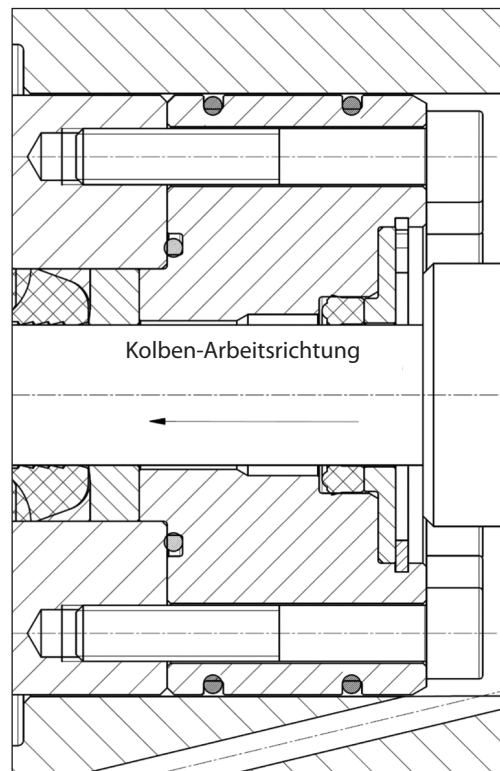
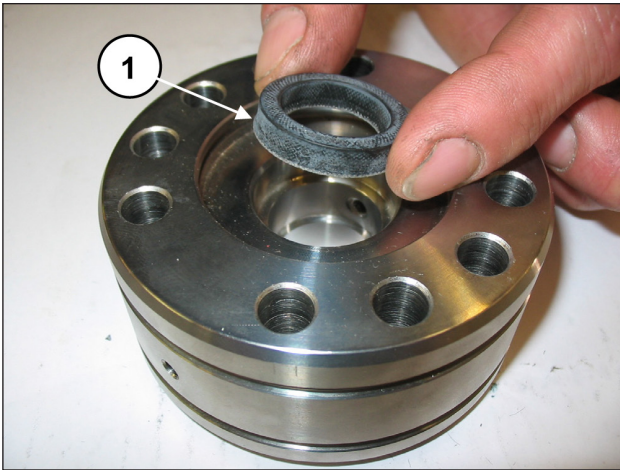

Abb. 139
Abb. 140
Die HD-Dichtung muss mit Dichtlippe in Arbeitsrichtung des Kolbens in die Buchse eingesetzt werden (Pos. ①, Abb. 139 und Abb. 140), wobei der Außendurchmesser leicht mit Silikonfett der Sorte OKS 1110 zu schmieren ist. Tauschen Sie abgenutzte ND-Dichtungen aus.